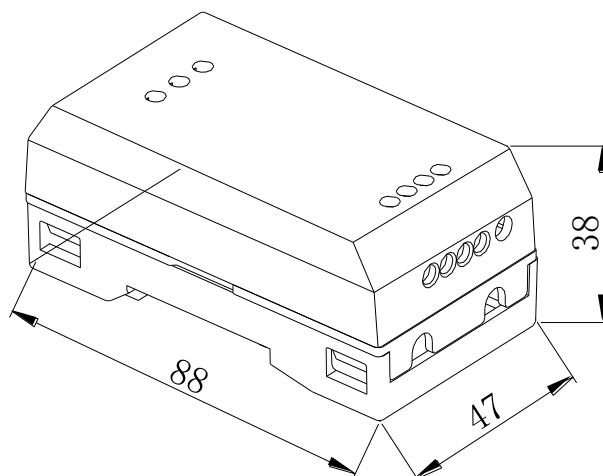

图 1 外观结构及安装尺寸
- 1、探测器的外观结构及安装尺寸如图 1 所示，单位：mm。